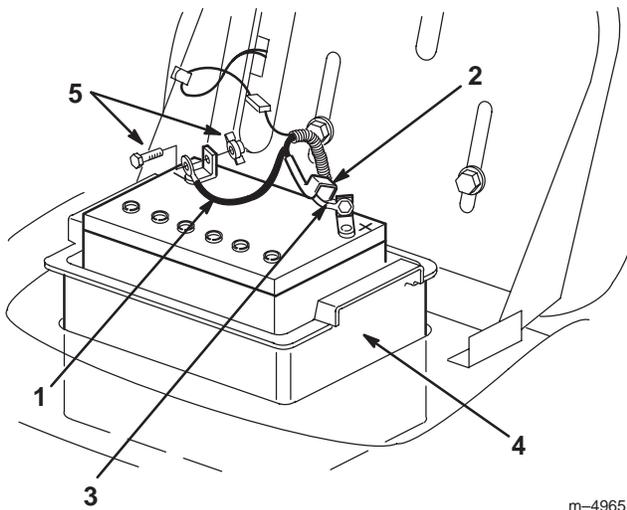

Figure 18
3. Débranchez le câble négatif (noir) de mise à la masse de la borne de la batterie (Fig. 18).
4. Repoussez le capuchon en caoutchouc sur le câble positif (rouge). Débranchez le câble positif (rouge) de la borne de la batterie (Fig. 18).
5. Déposez le bac de la batterie et la batterie du châssis (Fig. 18).
- Placez le compartiment de la batterie et la batterie dans le châssis (Fig. 18).
- Connectez le câble positif (rouge) à la borne positive (+) de la batterie à l'aide du boulon et de l'écrou papillon (Fig. 18). Glissez le capuchon de caoutchouc sur la borne de la batterie.
- Connectez le câble négatif (noir) à la borne négative (-) de la batterie à l'aide du boulon et de l'écrou papillon (Fig. 18).